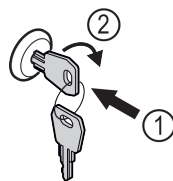

Fig. 67
- ▶ Вставьте ключ Fig. 67 (1).
- ▶ Поверните ключ на 90° по часовой стрелке Fig. 67 (2).